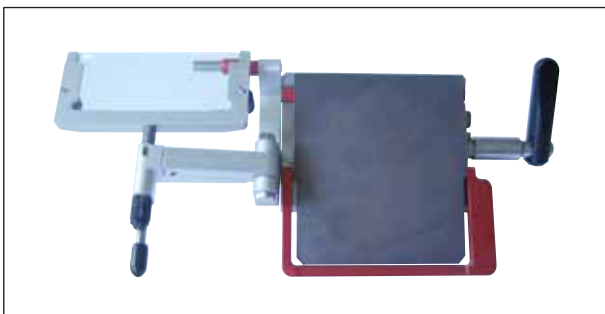

Fig. 46
- Spostare la guida stendifetta lateralmente (→ Fig. 46).